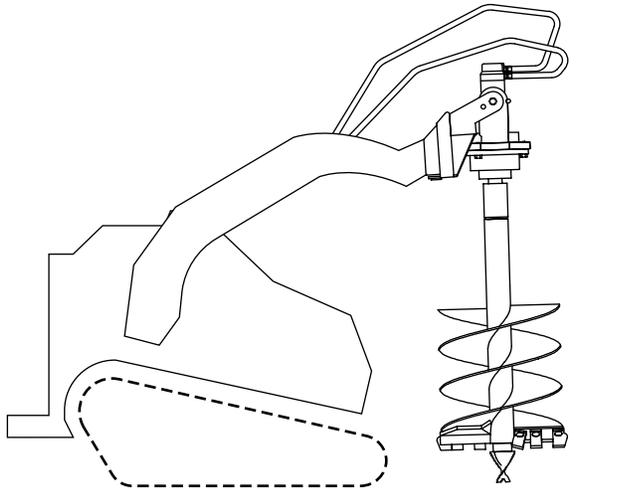

Figura 8
1. Eleve la barrena hasta que no toque el suelo y esté en posición vertical (Figura 8).